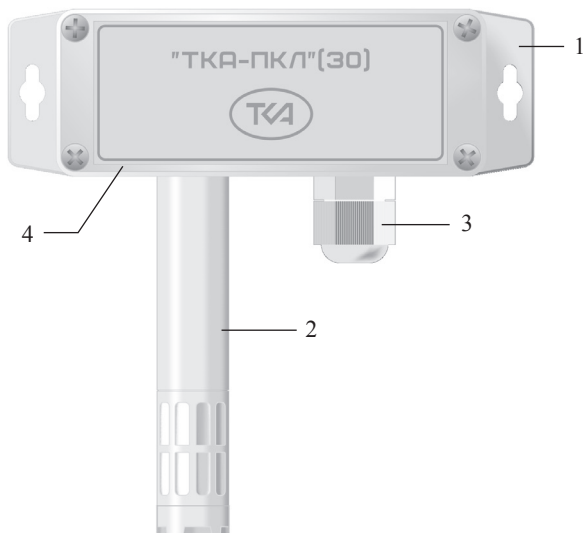

Рис.1 – Внешний вид прибора
5.1 Конструктивно прибор выполнен в виде единого блока со съемной верхней крышкой, а наличие фланцев у корпуса прибора расширяет возможности при его монтаже. На нижнем торце корпуса прибора установлены зонд с датчиками измеряемых параметров (2, Рис. 1) и кабельный ввод (3, Рис. 1) для подключения к измерителю кабеля питания и передачи данных по интерфейсу RS-485, благодаря чему измеритель-регистратор может быть использован как ведомое устройство в промышленных сетях Modbus. Для обеспечения работоспособности измерителя-регистратора необходимо подключить линии А, В интерфейса RS-485, подать напряжение питания и присвоить сетевой адрес данному устройству. Так как прибор реализован в пыле- и